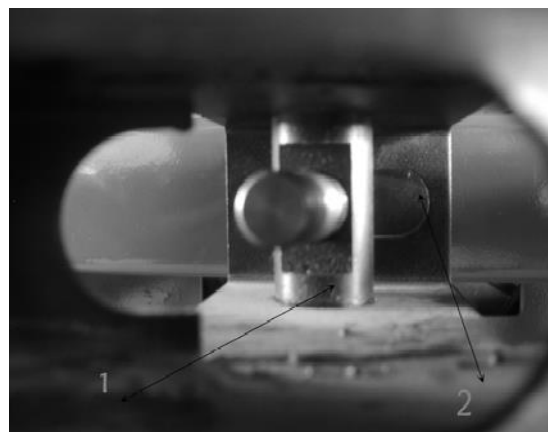

Fig 4-7
Schrauben Sie die Sicherungsmutter in das Loch der Gleitbuchse (1) Fig 4-7. Die Ebene der Gleitbuchse muss nach außen zeigen (2). Befestigen Sie die Schrauben im vorderen Teil des Schafts.